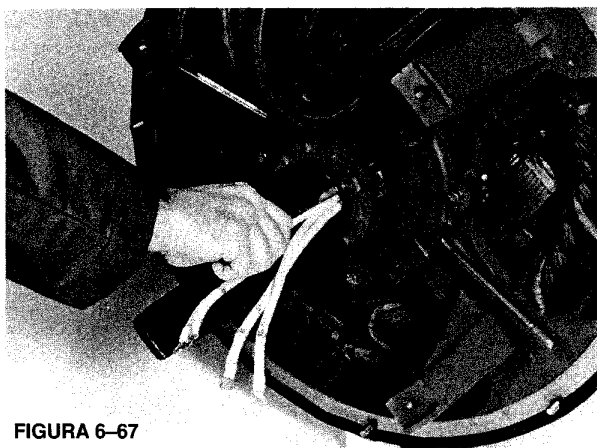
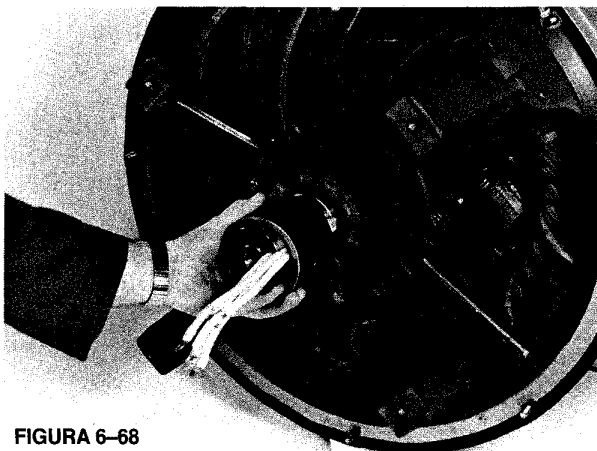

FIGURA 6-67
FIGURA 6-68
3. Instale el anillo de resorte. (Figura 6-67.) Use un trozo de tubo algo mayor que el eje (2-3/4 pulgadas) para empujar el rotor hacia atrás contra el resorte de carga hasta que el anillo de resorte se asiente en la ranura. (Figura 6-68.)